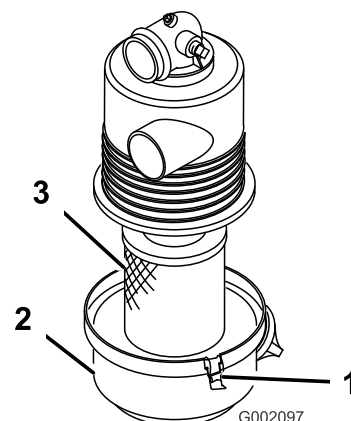

Figura 33
3. Liberte os trincos que fixam a cobertura do filtro de ar ao respectivo corpo. Retire a cobertura do respectivo corpo. Limpe o interior da cobertura do filtro de ar (Figura 33).
4. Faça deslizar o filtro para fora do corpo do filtro de ar, suavemente, para reduzir a quantidade de pó depositada no seu interior (Figura 33). Evite bater com o filtro no corpo onde se encontra alojado.